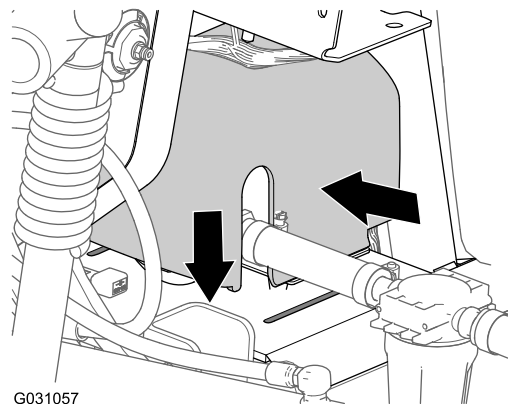

Bild 148
2. Fluchten Sie die Abdeckung der Spülpumpe über der Sattelplatte für die Spülpumpe aus (Bild 148).
- Drücken Sie die Seiten der Spülpumpenabdeckung zusammen und fluchten Sie die Nasen der Abdeckung mit der Sattelplatte aus (Bild 148).
- Setzen Sie die Nasen in die Schlitze ein und lassen die Seiten der Abdeckung los (Bild 148).